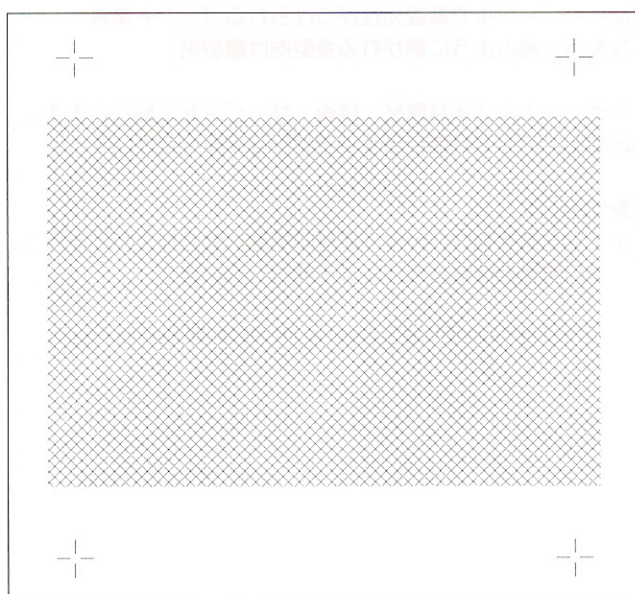

図1 CADで設計
- ①記録用のフィルムとめっきができるトナーを準備する
- ②CADで回路を設計する(図1)